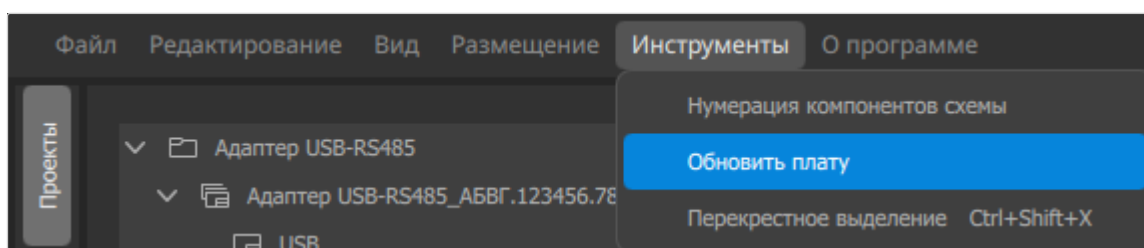

Рисунок 146. Пункт меню «Обновить плату»
- 1) Вызвать команду меню *«Инструменты»* → *«Обновить плату»* (см. рисунок 146).